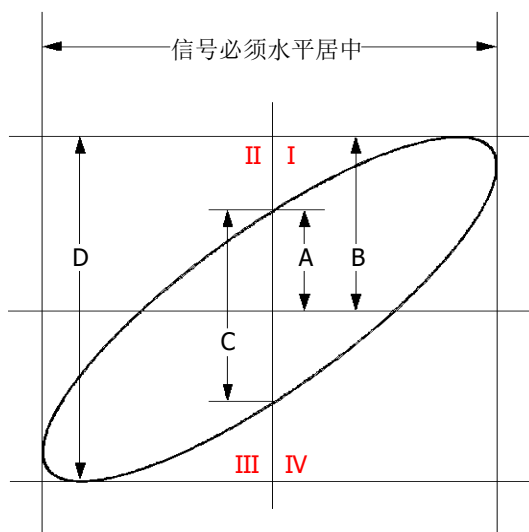

图 4-1 相位差的测量原理图
4. 观察上图的测量结果，并根据相位差测量原理图（图 4-1）可得  $A/B(C/D)=1$ ，即两个通道输入信号的相差角为  $\theta = \pm \arcsin 1 = 90^\circ$ 。